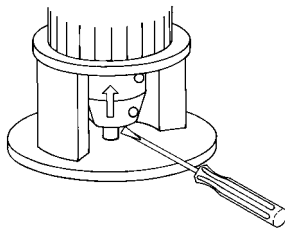

Fig. 16 Elevar o acoplamento e o veio da bomba
3. Eleve o acoplamento e o veio da bomba tanto quanto possível (na direcção do motor) utilizando uma chave de fendas ou uma ferramenta semelhante, de modo a que os veios da bomba e do motor se toquem. Consulte a fig. 16.